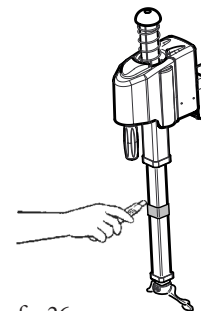

fig.26
- Appoggiare una mano sul cappello (situato in cima all'asta) e premere verso il basso; con l'altra mano togliere il tondino inserito tra il braccio e la torretta (v.fig.26).
- Rest one hand on the cap (on top of the rod) and push downwards. With the other hand remove the disc inserted between the arm and the head (see fig.26).
- Appuyer une main sur le capuchon (placé au sommet de la tige) et pousser vers le bas; de l'autre main ôter la rondelle placée entre le bras et la tourelle (v. fig. 26).
- Eine Hand auf die Haube (an der Stangenspitze) legen und nach unten drücken; mit der anderen Hand das Rundstück entfernen, das sich zwischen Arm und Drehkopf befindet. (Abb. 26).
- Ponga una mano sobre el sombrerete (colocado en cima de la barra) efectuando una presión hacia abajo, mientras con la otra mano saque la varilla colocada entre el brazo y la torre (vea la fig. 26).